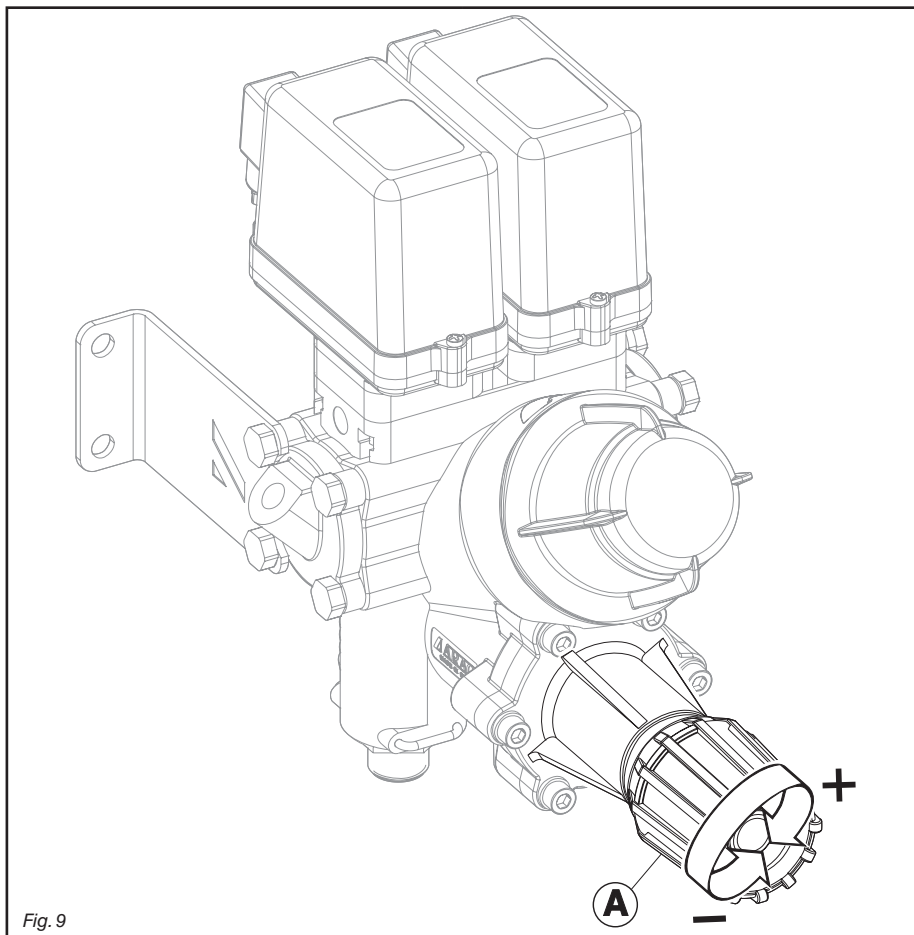

Fig. 9
6.1.1 Gruppo di distribuzione a pressione costante (Fig. 9)
Questa tipologia di gruppo non include la valvola proporzionale, pertanto la funzione di regolazione è svolta dalla valvola di massima pressione (**A**, Fig. 9); una volta regolata la pressione di lavoro, la portata del gruppo rimane costante. Di conseguenza, per avere una distribuzione costante per unità di superficie (litri/ettaro o GPA) anche la velocità di avanzamento del mezzo deve rimanere costante.